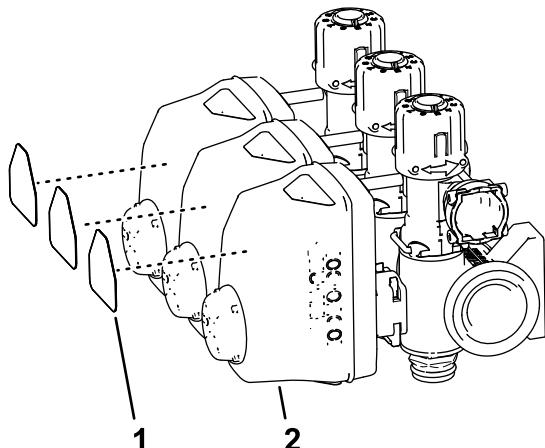

Figure 70
5. Retirez les autocollants sur les actionneurs des 3 vannes de section (Figure 70).